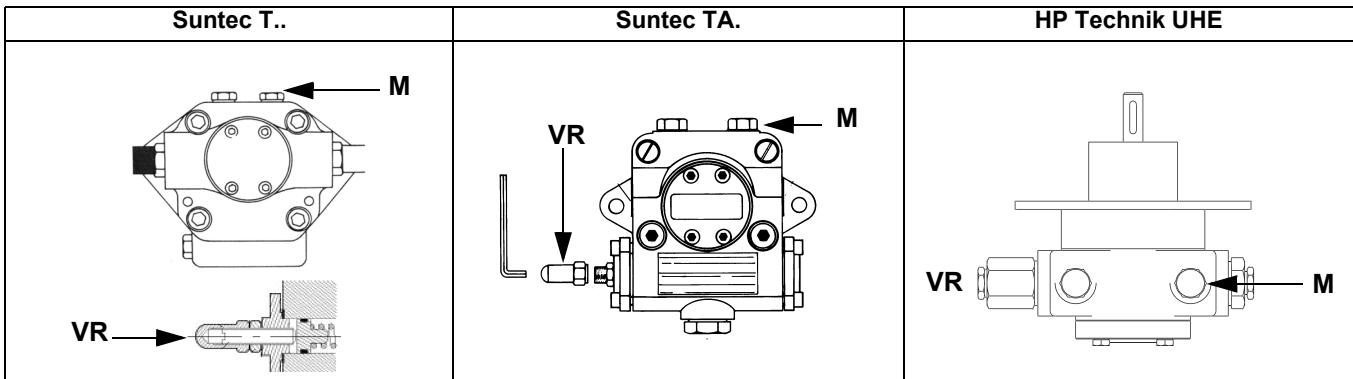

Рис. 16
- выпустить воздух со штуцера (**M**) манометра насоса (Рис. 16), расслабив слегка заглушку, но не снимая ее; затем отпустить контактор;